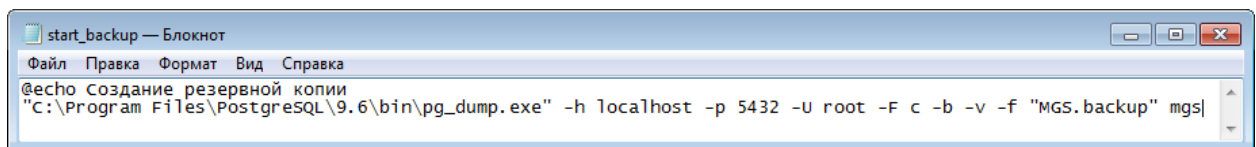

Рисунок 8.22 — Образец содержания командного файла
- Введите в командный файл текст по приведенному образцу (см. рисунок 8.22).